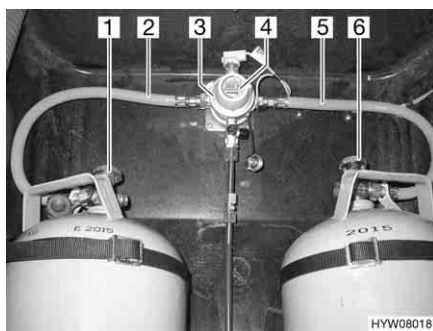
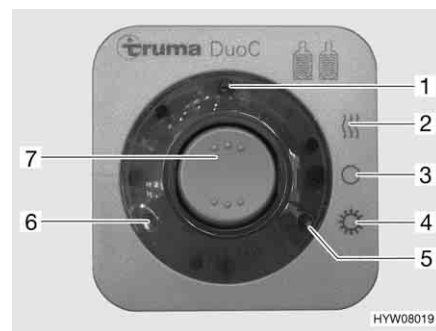

Fig. 82 Impianto di commutazione DuoControl
Fig. 83 Centralina di controllo
L'impianto di commutazione DuoControl è costituito da una valvola di commutazione (Fig. 82,3) e da una centralina di controllo (Fig. 83). La valvola di commutazione è installata tra i tubi del gas (Fig. 82,2 e 5). Con la manopola (Fig. 82,4) sulla valvola di commutazione è possibile stabilire, quale delle bombole del gas viene utilizzata come bombola in uso e quale bombola del gas viene utilizzata come bombola di riserva.
Sulla centralina di controllo (Fig. 83) possono venire azionate solo le funzioni elettriche. Le valvole principali di arresto delle bombole del gas (Fig. 82,1 e 6) devono essere aperti manualmente.
La valvola di commutazione garantisce una pressione del gas costante, indipendentemente da quale bombola provenga l'alimentazione del gas. Le due spie di controllo sulla centralina di controllo indicano il livello di riempimento della bombola in uso. Se è accesa la spia di controllo verde (Fig. 83,6), la bombola in uso è piena. Se è accesa la spia di controllo rossa (Fig. 83,5), la bombola in uso è vuota. Il rifornimento di gas avviene poi tramite la bombola di riserva.
- Aprire le valvole principali di arresto delle bombole del gas (Fig. 82,1 e 6).
- Con la manopola (Fig. 82,4) sulla valvola di commutazione (Fig. 82,3) selezionare la bombola del gas, da cui proviene la principale alimentazione del gas (bombola in uso).
- Sulla centralina di controllo (Fig. 83) attivare l'impianto di commutazione DuoControl.
Posizionare l'interruttore a bilico (Fig. 83,7) su funzionamento invernale "On e riscaldamento" (Fig. 83,2) oppure su funzionamento estivo "On" (Fig. 83,4). La valvola di commutazione è ora disareata. La spia di controllo gialla (Fig. 83,1) è accesa, se si seleziona la modalità di funzionamento invernale e l'impianto antighiaccio con regolatore è attivato.
- Portare l'interruttore a bilico (Fig. 83,7) in posizione "O" (Fig. 83,3). La spia gialla di controllo (Fig. 83,1) si spegne.
- Chiudere le valvole principali di arresto delle bombole del gas (Fig. 82,1 e 6).
Le spie di controllo sulla centralina di controllo (Fig. 83,5 e 6) segnalano all'interno del veicolo, se la bombola in uso è pronta al funzionamento.
Se la spia di controllo verde (Fig. 83,6) si spegne durante il funzionamento e la spia di controllo rossa (Fig. 83,5) si accende, significa che la bombola del gas selezionata come bombola in uso è vuota e deve essere sostituita. La bombola di riserva continua ad alimentare le utenze a gas.